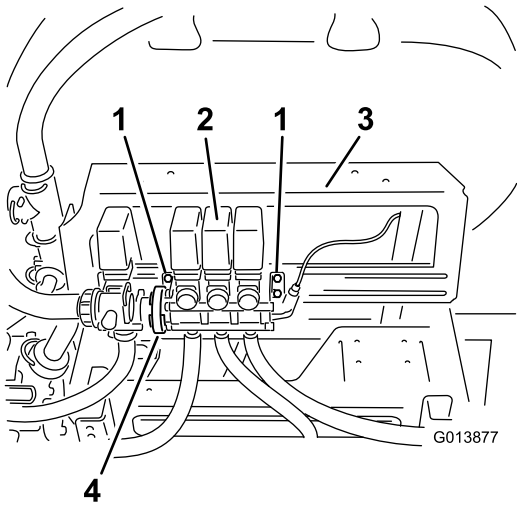

图4
1. 旋松将喷洒臂阀门总成紧固到安装架（图4）上的螺栓，但是不要拆下。
2. 松开将搅拌阀固定到喷洒臂阀门总成（图4）上的现有蜗杆夹。